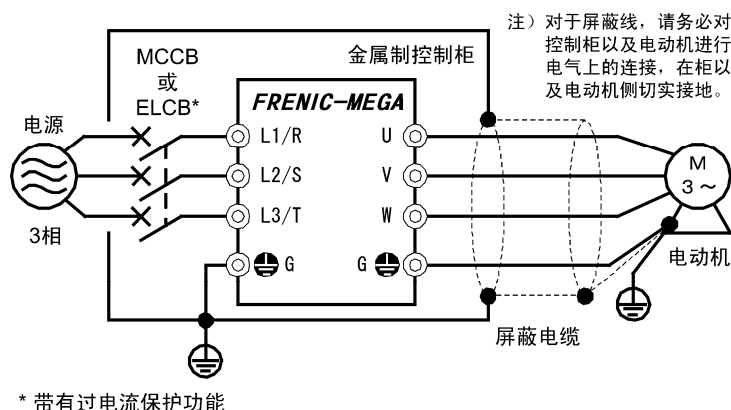

图 9.2 柜内设置方法
- 3) 当幅射干扰超出标准时，请按照图 9.2 所示将变频器以及外围设备设置在金属柜内。